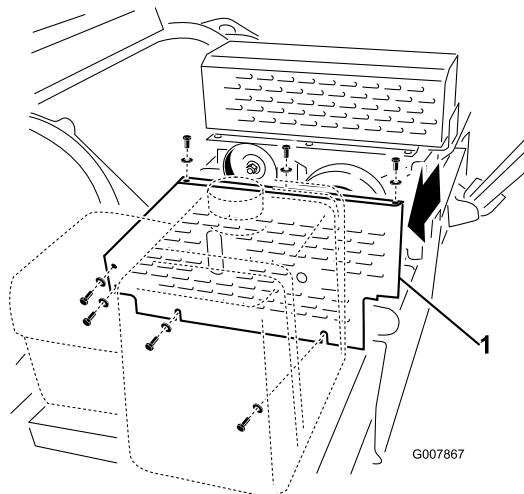

Figura 54
1. Retire la cubierta de la correa (Figura 54).